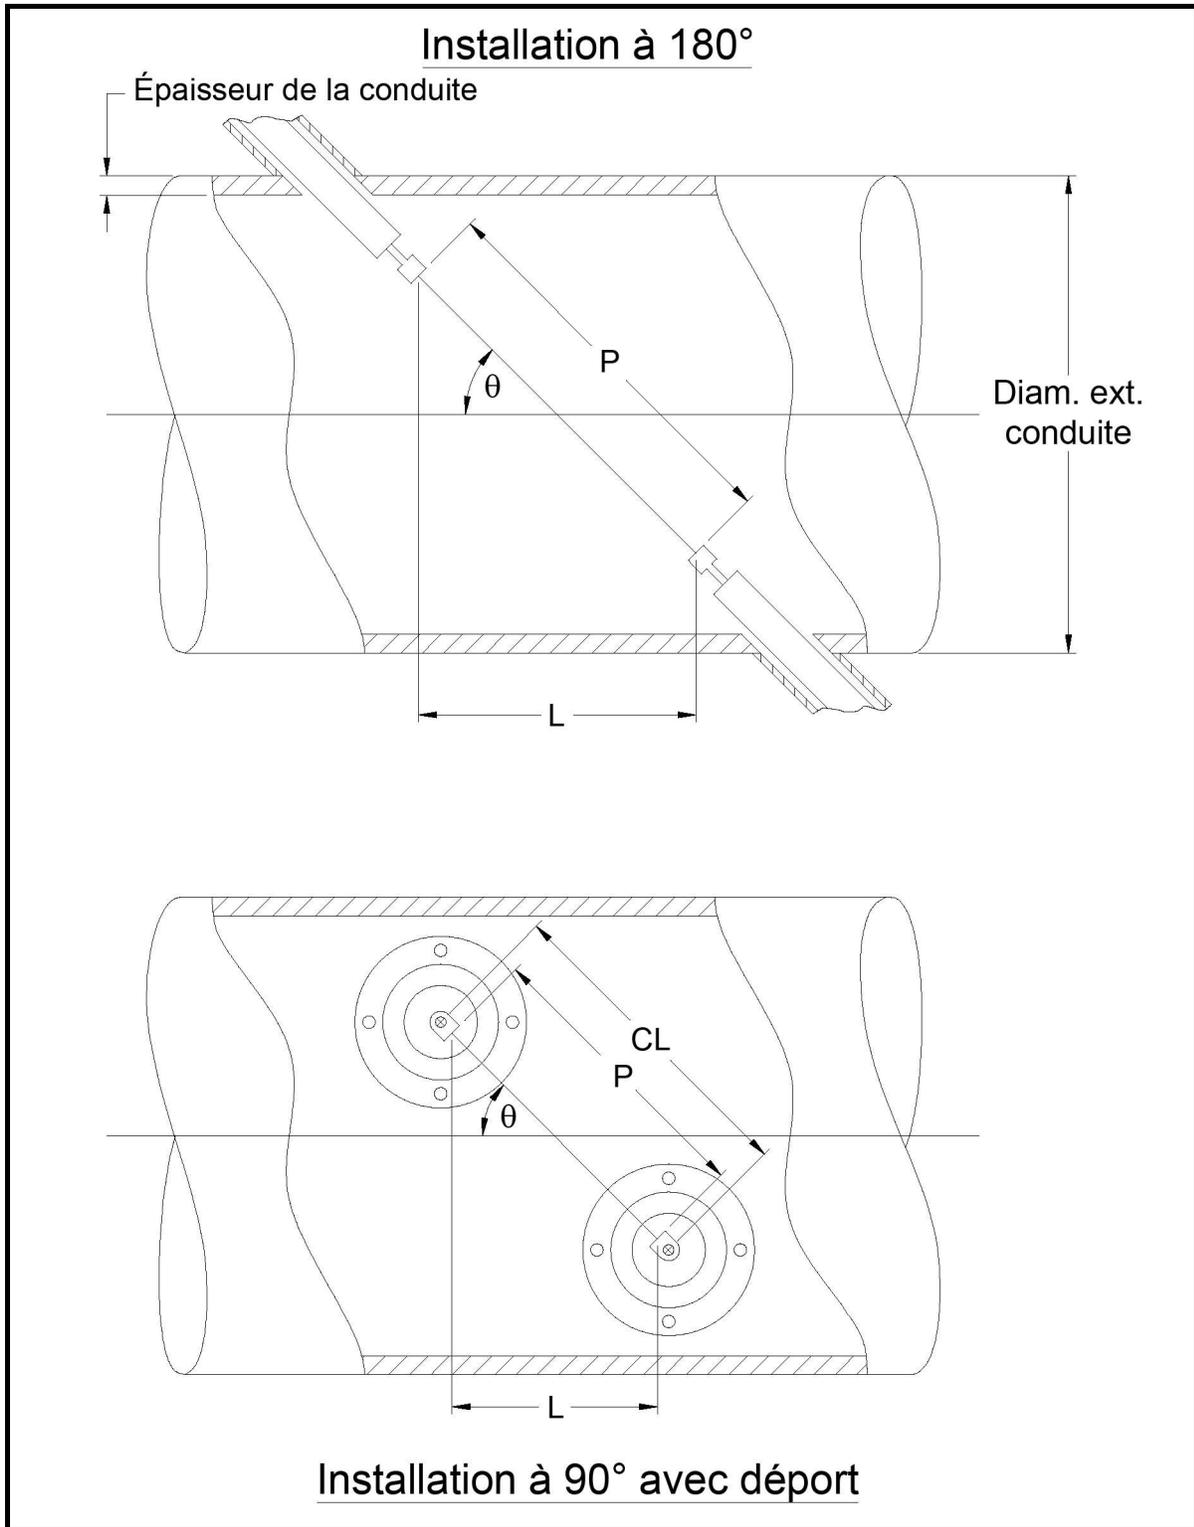

Figure 20: vue de dessus d'installations de transducteurs types
La précision des valeurs P et L programmées est essentielle pour obtenir des mesures de débit précises. Si Panametrics fournit la cellule débitmétrique pour le système, les valeurs correctes seront incluses dans la documentation livrée avec le système. Pour les transducteurs installés sur une conduite existante (voir Figure 20 à la page 64), P et L doivent être mesurés sur site. Cette annexe fournit des instructions qui vous permettront de déterminer correctement ces dimensions.
Chaque fois que possible, mesurez physiquement la distance face à face (P) et la distance axiale (L) entre les centres des faces plates des transducteurs. Pour une illustration des distances correctes à mesurer dans une installation type, reportez-vous à la *Figure 20 à la page 64*.
Lorsque les transducteurs sont installés selon un angle de  $90^\circ$ , il arrive parfois que les seuls paramètres connus soient l'angle des transducteurs ( $\theta$ ) et la distance au centre entre les corps des transducteurs (CL). Dans ces cas, il est toujours possible de calculer les valeurs P et L en combinant l'*équation C-1* ci-dessus à l'*équation C-2* supplémentaire ci-dessous (voir Figure 20 à la page 64):